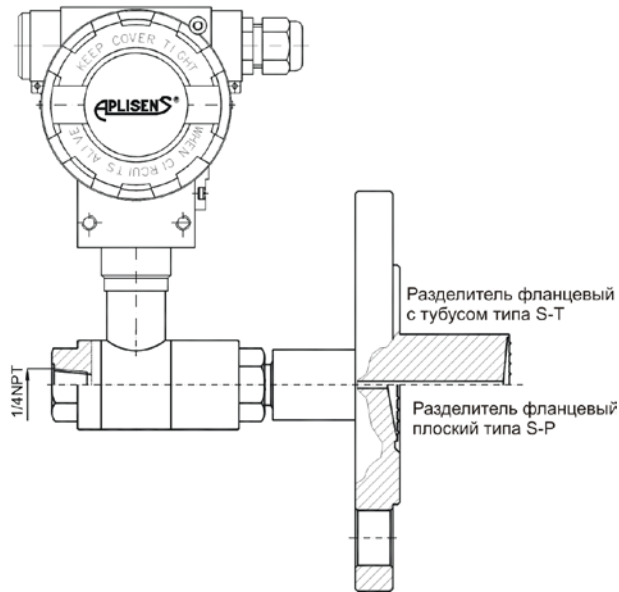

Рисунок 5 - Преобразователь APR-2000/ALW с одним непосредственным разделителем
4.5 Преобразователи APR-2000/ALW могут быть оснащены одним непосредственным разделителем, установленным на входе давления „+“ на головке, а выход „-“ будет гнездо 1/4NPT (рисунок 5).